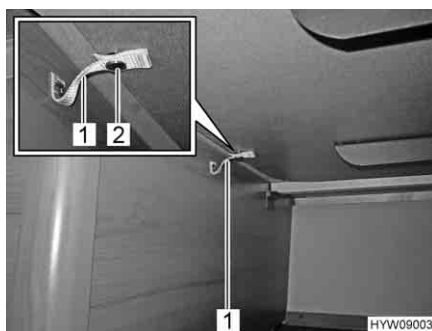

Fig. 56 Fissaggio del piano del tavolo
- Fissare la reggetta di sicurezza (Fig. 56,1) al lato inferiore del tavolo mediante il bottone a pressione (Fig. 56,2).